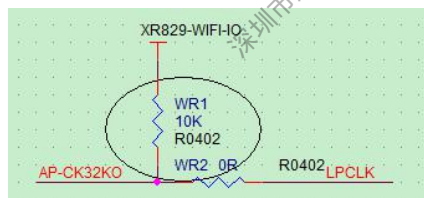

图 2-14 32KFOUT 脚电路设计
- 32KFOUT 脚为 OD 输出结构，使用时必须外接上拉电阻，上拉电压需与外设的工作电压保持一致，如图 2-14 所示。